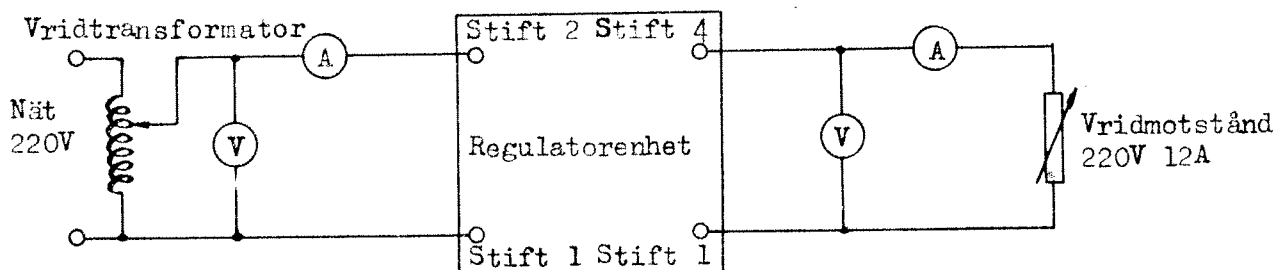

Bild 5
70. Koppla upp provutrustningen enligt bild 5.